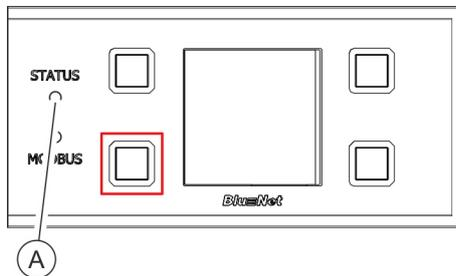

Fig. 82 : Écran avec boutons de commande
2. ➔ Maintenir le bouton à côté de la DEL Modbus appuyé pendant deux secondes, puis le relâcher (Fig. 82 /indiqué en rouge).
3. ➔ Attendre que la DEL d'état s'allume en blanc (Fig. 82 /A).